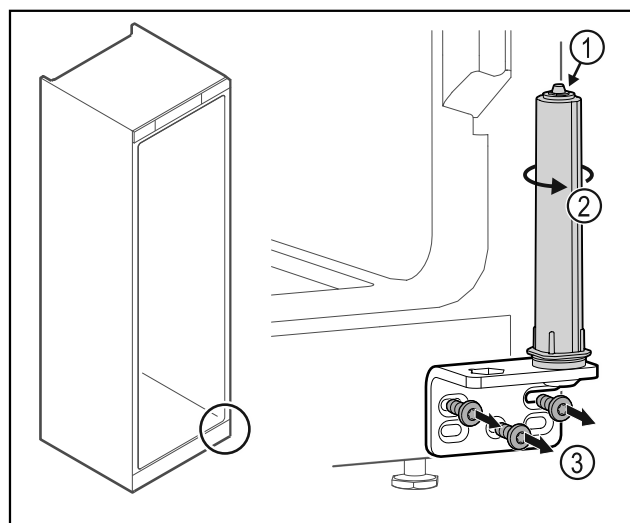

Fig. 28
- ▶ Не розбирати систему закриття дверей Fig. 28 (1).
- ▶ Повертати систему закриття Fig. 28 (2) до клацання.
- ▶ Відкрити шарнірний кутик Fig. 28 (3).